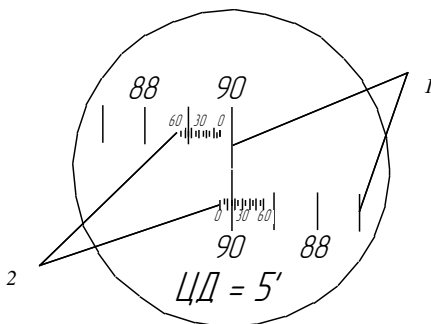

Рис. 8. Поле зрения окуляра оптического угломера: 1 – шкала лимба; 2 – шкала нониуса
Отсчетное устройство угломера состоит из видимых в поле зрения окуляра (рис. 8) шкалы лимба 1 и шкалы нониуса 2. Шкала лимба 1 имеет четыре сектора по 90° с ценой деления 1° , оцифрованных от 0 до 90° через 2° . Шкала нониуса 2 нанесена в два ряда с ценой деления $5'$, оцифрованная от 0 до $60'$ через $30'$.
Для снятия показания измеряемого угла окуляр 4 прикладывается к глазу и, для подсветки шкал лимба 1 и нониуса 2 (см. рис. 8), направляется окном подсветки в сторону источника света.
5. Направив окно окуляра 4 для подсветки в сторону источника света, снять отсчет по шкалам лимба 1 и нониуса 2 (см. рис. 8) угломера.